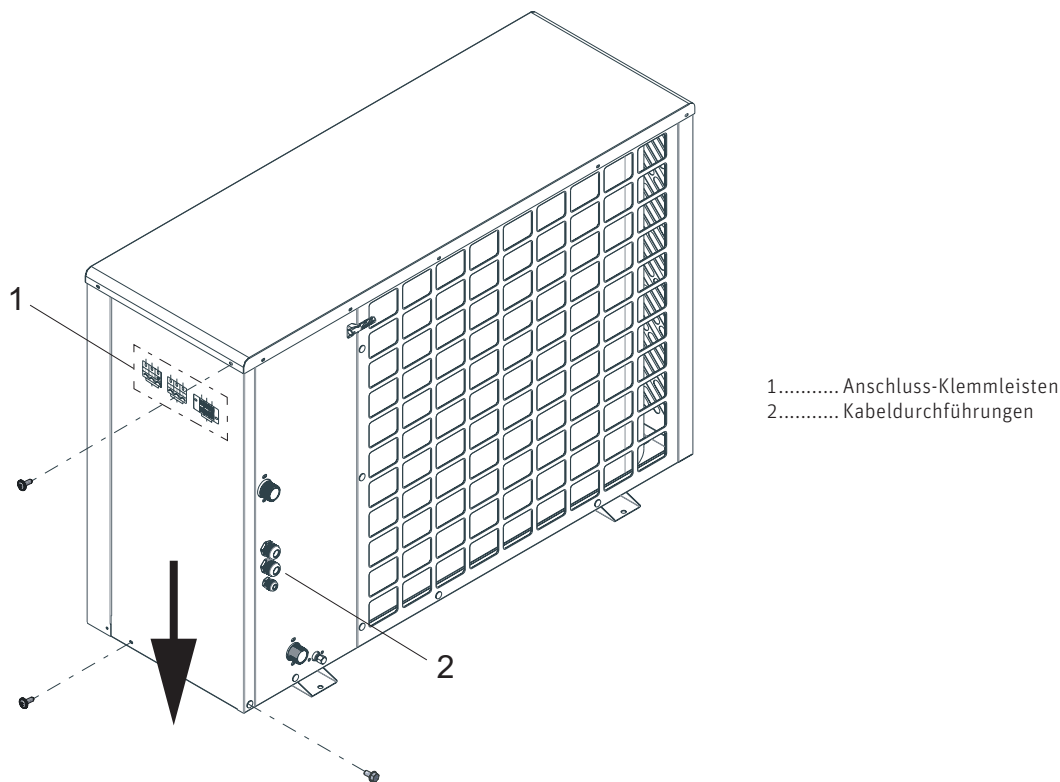
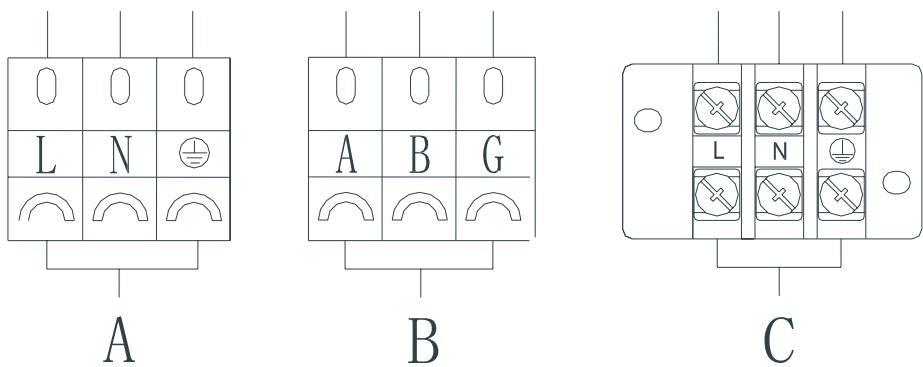

Fig. 14 Linke Seitenwand entfernen
Fig. 15 Anschluss-Klemmleisten Außeneinheit Wärmepumpe
- ▶ Verbinden Sie die Spannungsversorgung der Wärmepumpe mit den Innenklemmen – Fig.15. Führen Sie die Kabel durch die dafür vorgesehenen Öffnungen – Fig. 14.
► 3 Schrauben bei der linken Seitenwand entfernen und Seitenwand nach unten schieben – Fig. 14. Bei Schwergängigkeit zusätzlich auch die Schrauben der oberen Abdeckung lösen.